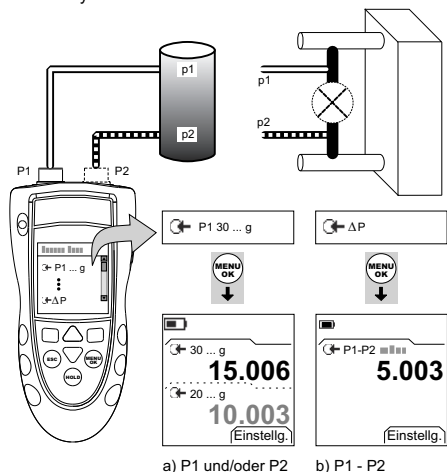

Abbildung 2: Beispielkonfiguration: Druckmessung
1. Schließen Sie das Gerät an (Abbildung 2) und ändern Sie ggf. die Option Konfig. (Tabelle 1).
Die Beispiele in Abbildung 2 zeigen:
1. Schließen Sie das Gerät an den Druckstandard an (Abbildung 2).